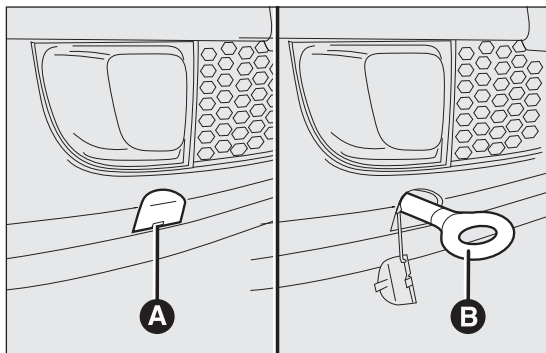

fig. 149
- décrocher le bouchon A fig. 149